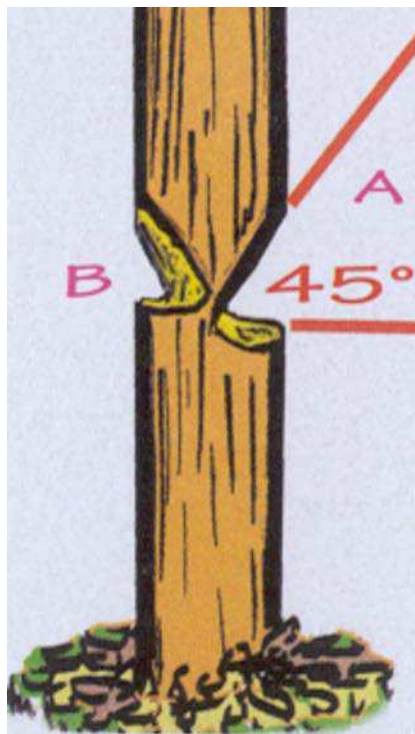

Figure 12 Direction de la chute
2. S'assurer que le bois est bien fixé en utilisant un appui pour le billot. Cela évite que la scie reste coincée dans le billot, car le poids de l'extrémité coupée fait ouvrir la fente de la coupe (voir la figure 12).